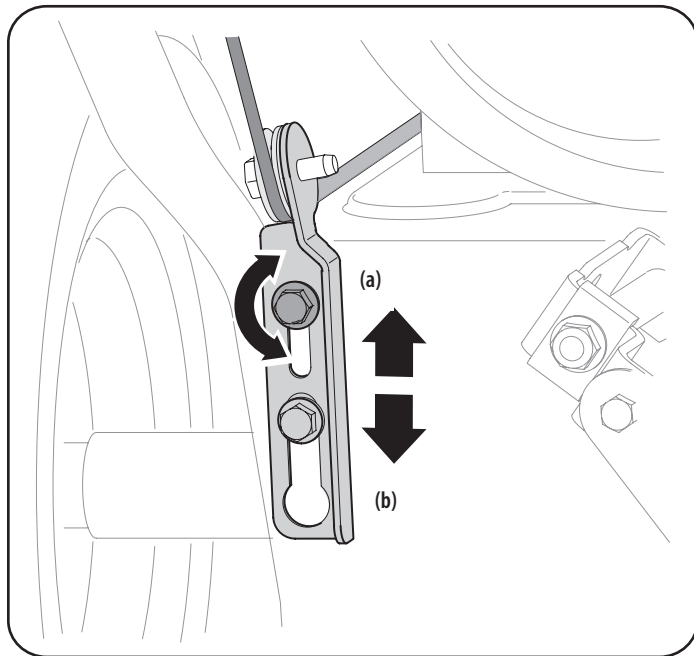

Figura 15
4. Deje la barrena engranada durante aproximadamente diez (10) segundos antes de soltar la palanca de control de la misma. Repita esta operación varias veces.
8. Para volver a ajustar el cable de control de la barrena, afloje el tornillo hexagonal superior (a) del soporte del control de la barrena. Vea la Figura 15.
9. Ubique el soporte hacia arriba para brindar más juego (o hacia abajo para aumentar la tensión del cable). Vea la Figura 15.